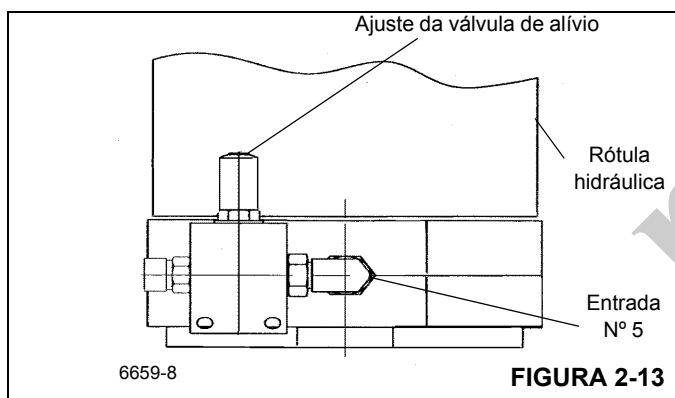

FIGURA 2-13
2. Opere o motor na rotação máxima e vire totalmente para a direita e segure. Verifique a pressão e ajuste a válvula de alívio Figura 2-13 para 2500 psi \pm 50 (17,2 MPa \pm 0,4).